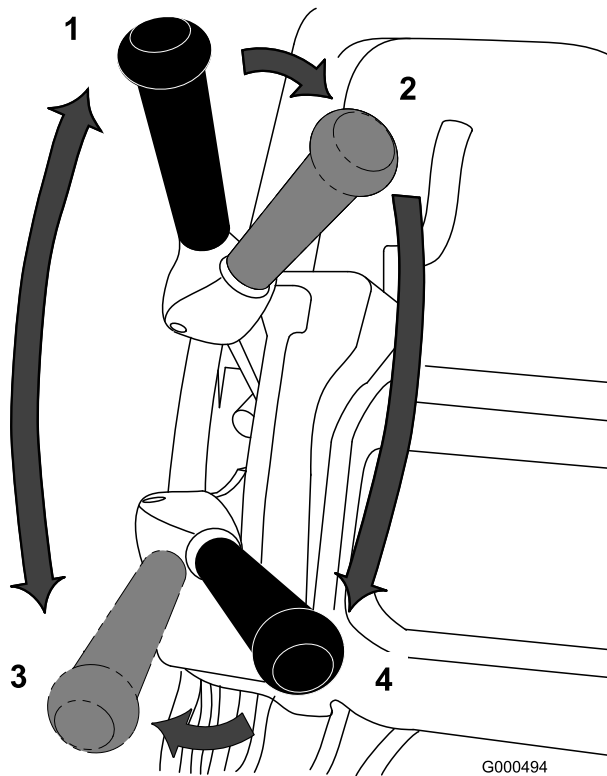

図 18
1. エンジンを始動、スロットルを下げ、カッティングユニットを上げる（ハンドルを下げる）。走行レバー（図 18）を「走行」に入れ、グリーンのカラー（緑）に入る。
2. 走行を「解除」とし、リールレバー（図 18）を回転側に倒す。
3. 走行レバーを「走行」に入れ、スロットルで希望の走行速度に調整し、グリーンへ移動する。希望位置に来たらカッティングユニットを下ろして刈り込み作業を始める（図 18）